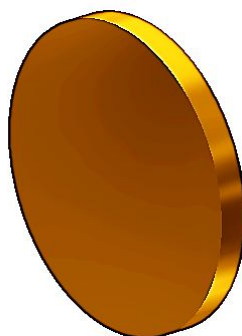

Рис. 5.1. Базовый диск
1. Создайте цилиндрический элемент диаметром 21 мм и высотой 2 мм. Для этого лучше воспользоваться командой «Цилиндр» , расположенной в линейке «Примитивы» (рис. 5.1).